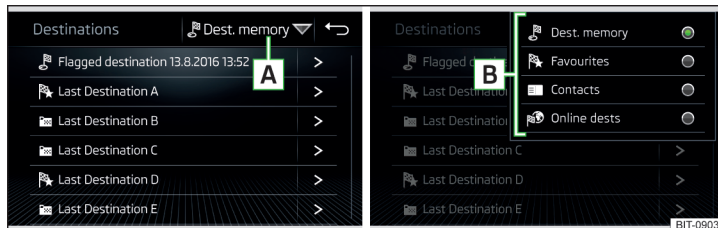

Fig. 223 Lista de los destinos guardados / Seleccionar categorías de los destinos guardados
- Pulsar la superficie funcional A » fig. 223 y seleccionar unas de las siguientes categorías de los destinos guardados B » fig. 223.